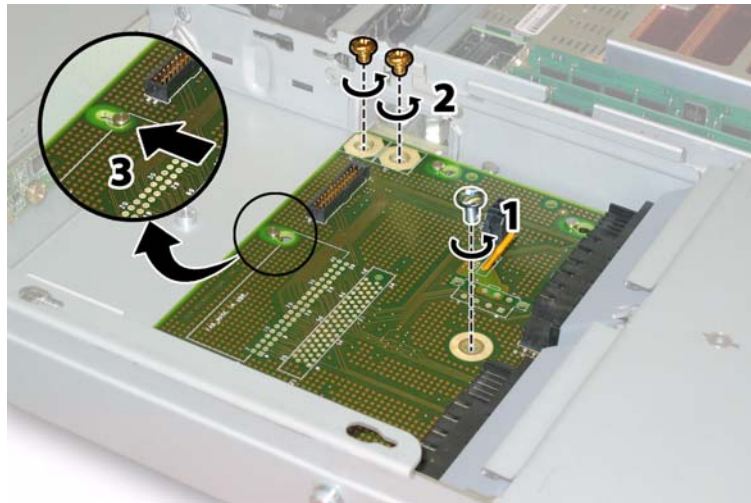

图 3-62 旋下配电板螺丝
10. 使用 2 号十字螺丝刀，卸下将配电板固定到机箱和母线的三颗螺丝。请参见图 3-62。